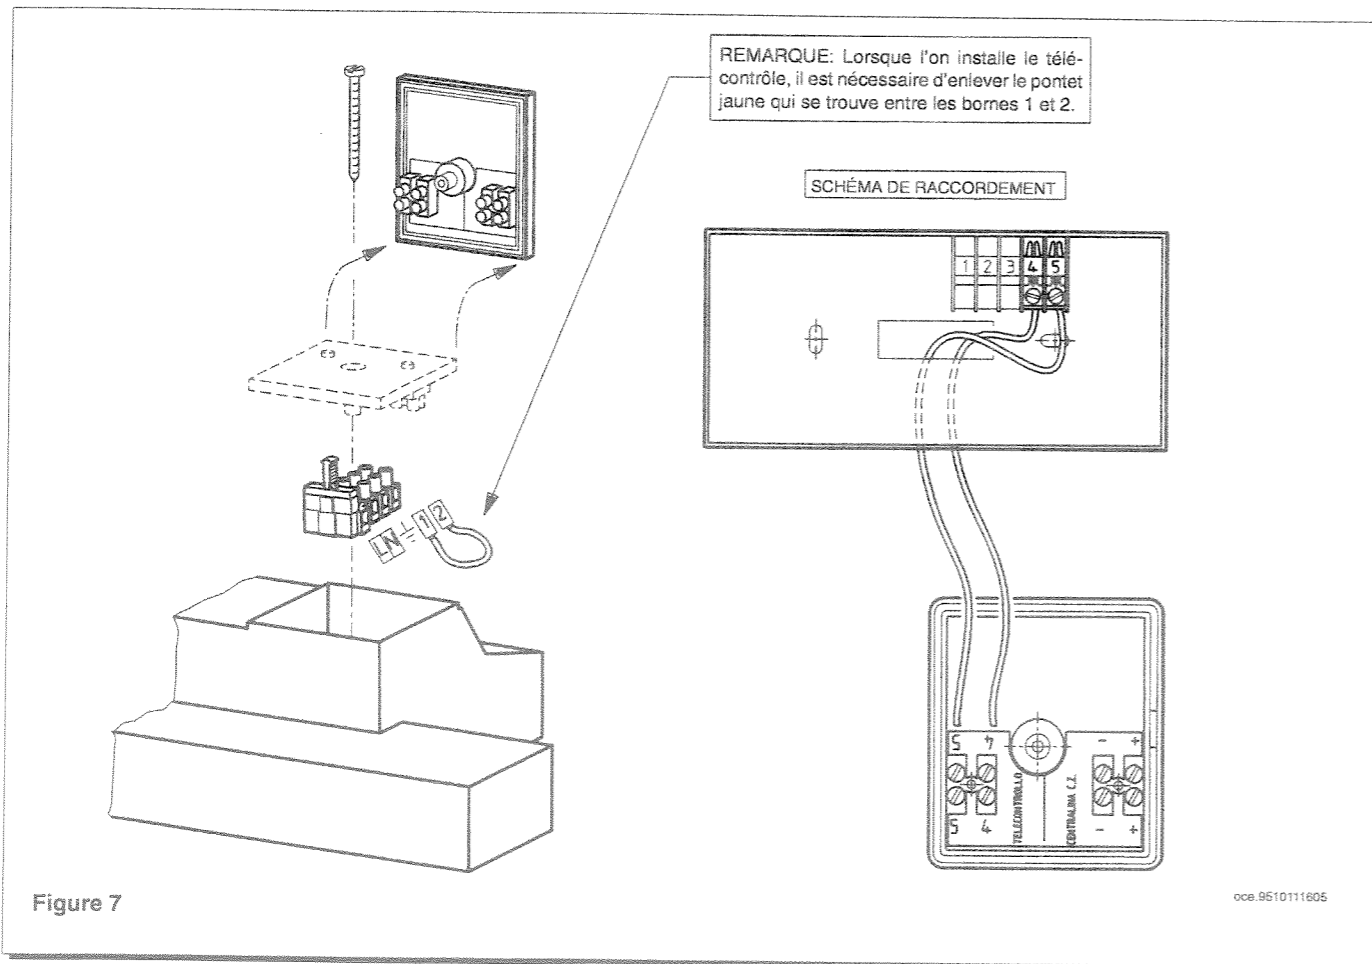
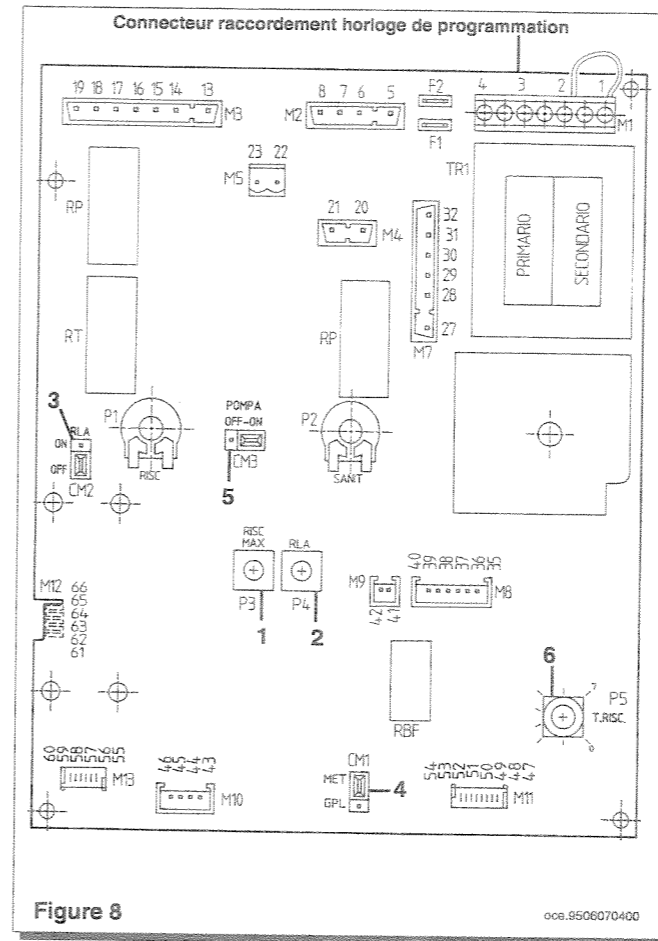

Figure 7
Figure 8
- \* connecter le moteur du programmeur au bornier de la carte électronique principale (bornes 3 et 4 de la figure 8);
Pour utiliser ce composant, il est nécessaire de glisser, entre la carte de modulation (connecteur M13, figure 8) et le bornier du télécontrôle (bornes 4 et 5, figure 7), une carte interface fournie elle aussi en tant qu'accessoire. Le raccordement électrique à la chaudière est réalisé en utilisant deux conducteurs présentant une section minimale de 0,5 mm2 et une longueur maximale de 50 m. Le pôle positif doit être raccordé à la borne 5 et le pôle négatif, à la borne 4 (voir schéma de raccordement). Si le raccordement est effectué sans respecter la polarité, le télécontrôle ne subit aucun dommage, mais il ne peut pas fonctionner.
- \* positionner le pont du connecteur "changement de gaz", dans le secteur MET pour le gaz naturel ou dans le secteur GPL pour le gaz liquide (figure 8 de la page 11).